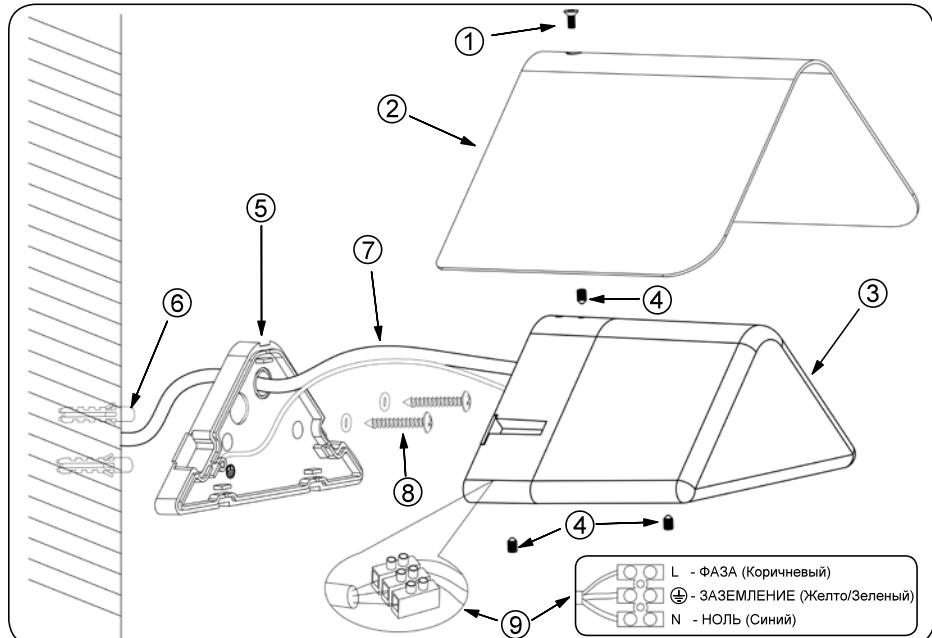
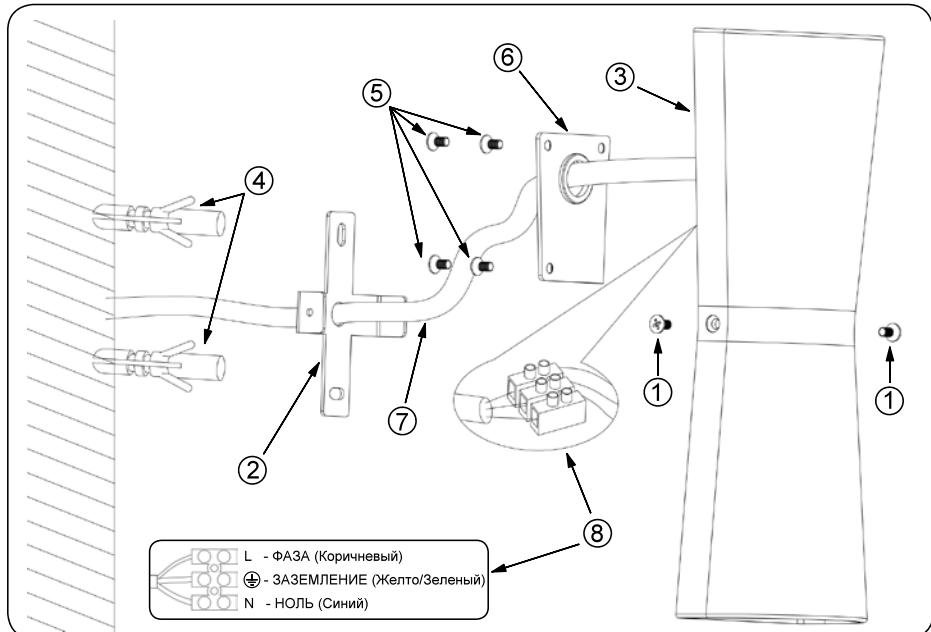

Рис.1. Установка светильника LGD-Wall Delta.
Рис.2. Установка светильника LGD-Wall Tub.
- Выкрутите винт ① (см. Рис.1) и отделяйте козырек ② от светильника ③.
- Выкрутите 3 потайных винта ④ и отделяйте основание ⑤ от светильника ③.
- Разметьте и просверлите отверстия, вставьте в них пластиковые дюбели ⑥.
- Пропустите кабель электропитания ⑦ от сети ~220 В через отверстие в основании ⑤.
- Закрепите на стене основание ⑤ шурупами ⑧, вкрутив их в пластиковые дюбели ⑥.
- Подключите сетевой кабель ⑦ к клеммной колодке ⑨. Соблюдайте порядок подключения проводов.
- Наденьте светильник ③ на основание ⑤ и закрепите его винтами ④. Перед закручиванием винтов, чтобы предотвратить замыкание проводов, проверьте укладку сетевого кабеля.
- Наденьте на светильник ③ козырек ② и зафиксируйте его винтом ①.
- Выкрутите 2 винта ① (см. Рис.2) и отделяйте кронштейн ② от светильника ③.
- Разметьте и просверлите отверстия, вставьте в них пластиковые дюбели ④.
- Выкрутите 4 винта ⑤ и откройте крышку ⑥.
- Пропустите кабель электропитания ⑦ от сети ~220 В через отверстие в кронштейне ②.
- Закрепите на стене кронштейн ② шурупами, вкрутив их в пластиковые дюбели ④.
- Пропустите сетевой кабель ⑦ через герметизирующую вставку в крышке ⑥.
- Подключите сетевой кабель ⑦ к клеммной колодке ⑧. Соблюдайте порядок подключения проводов.
- Закройте крышку ⑥ и прикрутите её винтами ⑤.
- Закрепите светильник ③ на кронштейне ② винтами ①. Перед закручиванием винтов, чтобы предотвратить замыкание проводов, проверьте укладку сетевого кабеля.